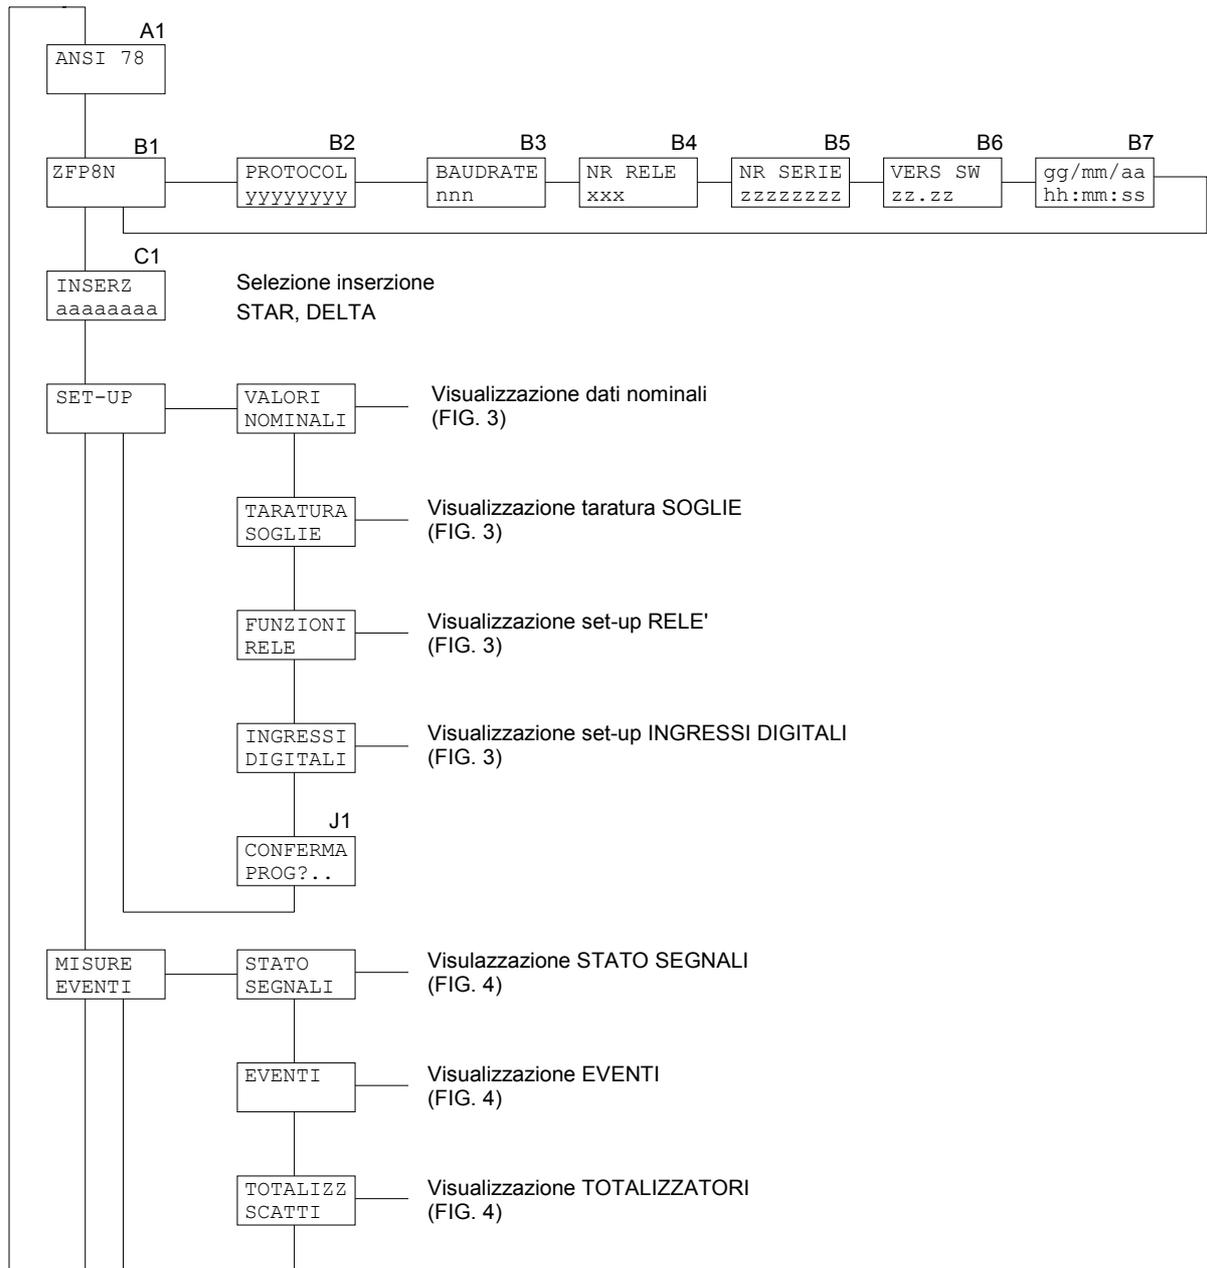

Figura 2
A1 - VISUALIZZAZIONE BASE - (figura 2)
5.4 Selezione inserzione protezione (figura 2)**C1 - SELEZIONE INSERZIONE (programmabile)**
5.5 Selezioni valori nominali (figura 2)**D1 - SELEZIONE CORRENTE NOMINALE I_n (programmabile)**